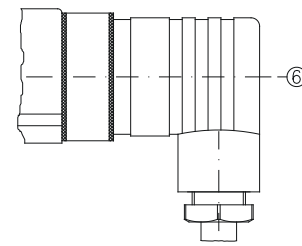

Abb. 10
- Stecken sie die Leitungsdose ② auf den Gerätestecker ③ und ziehen Sie die Zentralschraube ⑥ an (→ Abb. 10).